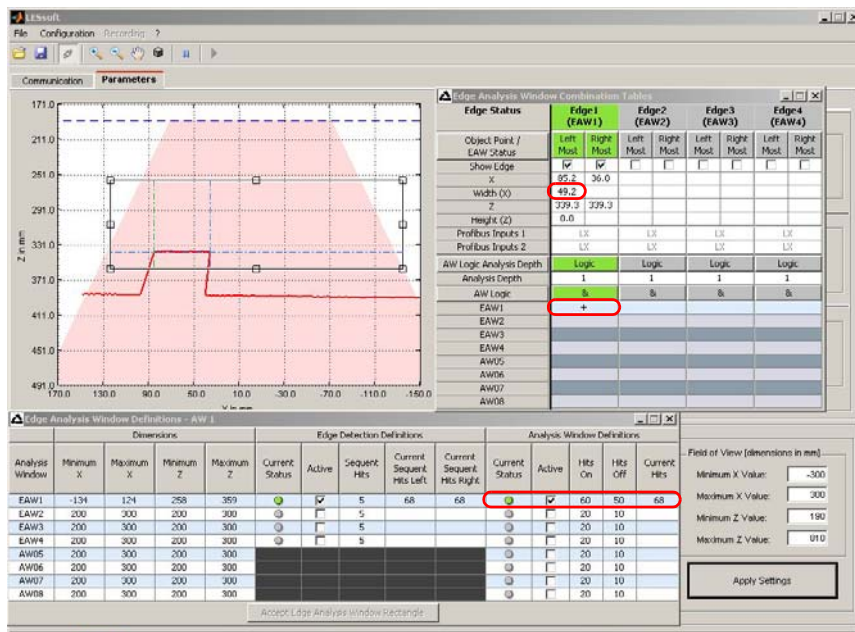

Figure 9.9 : Exemple d'application 3.1 : contrôle de la largeur d'objets cubiques avec détection d'objet
La valeur seuil pour la détection d'objet dans EAW1 est de 60 hits. La Figure 9.9 représente un objet large avec Current Hits = 68 dans la plage de mesure du LES. L'objet est détecté, le statut de la détection d'objet est vert (ok). Dans la fenêtre Edge Analysis Window Combination Tables, la détection d'objet supplémentaire s'active en sélectionnant + dans EAW1. Tous les résultats sont verts (ok). La largeur déterminée du carton est de 49,2mm (colonne Edge1 -> ligne Width (X)).